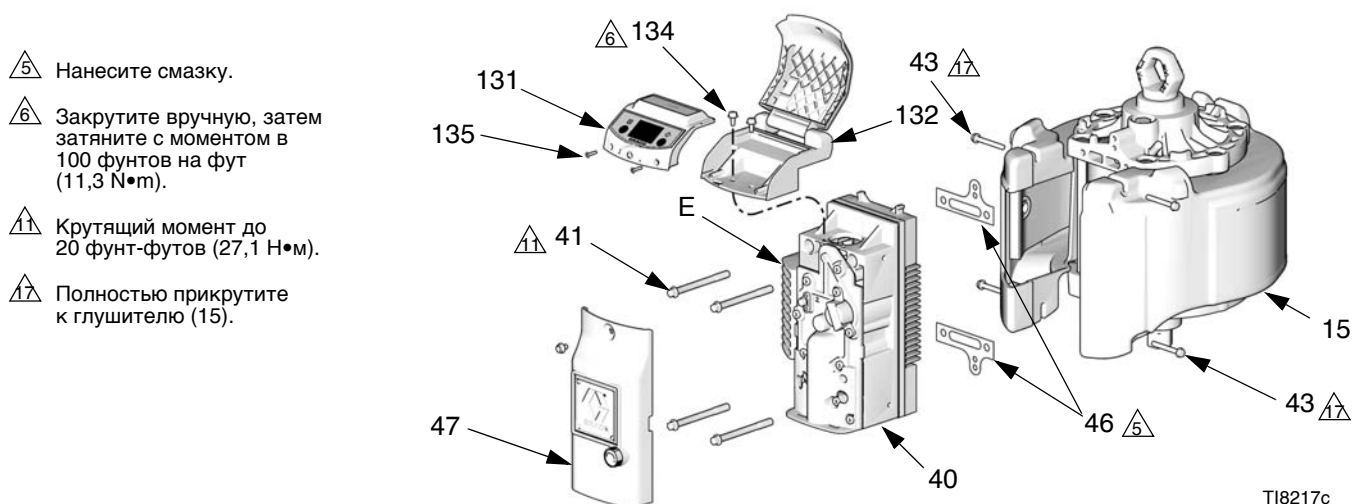

Рис. 9. Удалите воздушный клапан (Модель, показана с DataTrak Модулем)
4. См. Рис. 9 Снимите наружную крышку клапана (47).
- a. **DataTrak Модели:** Удалите два винта (135). Осторожно удалите DataTrak модуль (131), см. страницу 14. Отсоедините кабели разностного соленоида и датчика от платы модуля. Выкрутите два винта (134) и осторожно сдвиньте корпус (132) с воздушного клапана.